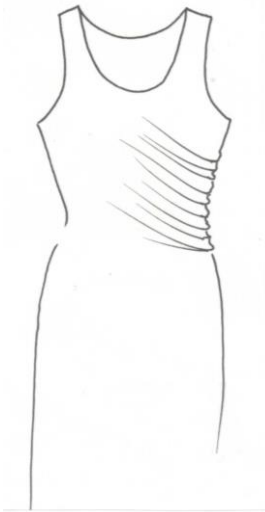

Figura 22 – Vestido Drapeado na Lateral
13.1 DRAPEADO NA LATERAL DO VESTIDO (FIGURA 22)